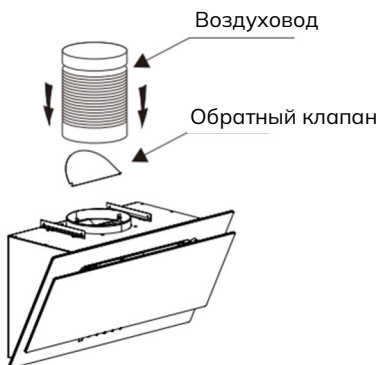

Рис. 3
5. Установите обратный клапан и воздуховод на вытяжку. См. Рис. 3